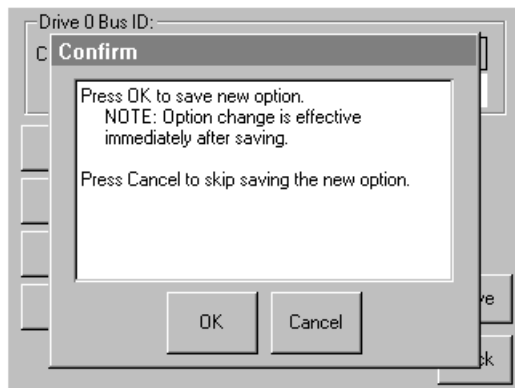

Figure 21 : Écran de confirmation d'ID SCSI
- c. Touchez l'option **Save** (Enregistrer) pour confirmer votre demande. Un écran de confirmation s'affiche (voir la Figure 21).